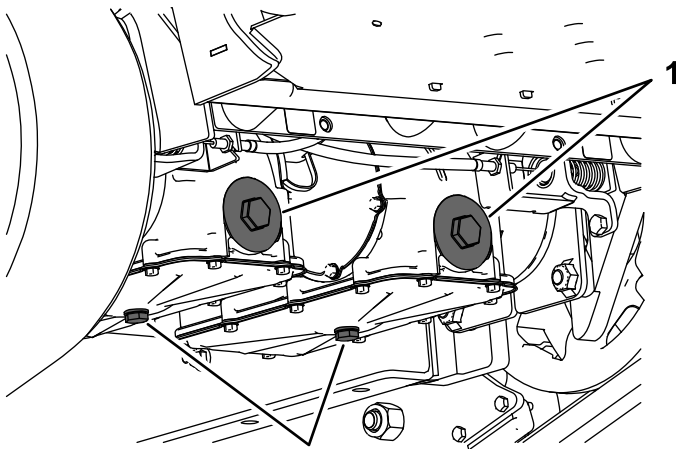

Figura 47
1. Perno trasero (2)
3. Perno lateral (4)
5. Coloque el tapón de vaciado en la parte inferior de cada transmisión, luego coloque un recipiente de vaciado debajo de los tapones (Figura 47).
7. Retire el tapón del filtro hidráulico y el filtro hidráulico para cada transmisión (Figura 47).